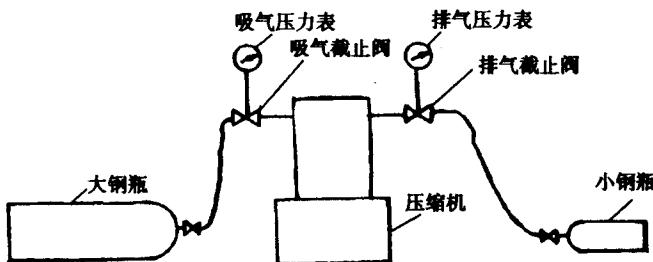

图 1.23 用压缩机把 R12 从大瓶移入小瓶
(1) 从大瓶移入小瓶。由于检修电冰箱的制冷剂用量很少，经常要把制冷剂从大瓶移入小瓶。其方法有两种。一种是使小瓶压力低，制冷剂借助压差从大瓶移入小瓶。为此，使小瓶温度降低（放入制冷设备冷却、浇冷水等），大瓶和小瓶用钢管连接起来，制冷剂便从大瓶流入小瓶，此称为温差法。还可以把大瓶置于高位，小瓶置于低位，借助液位差，把制冷剂移入小瓶，此称为液位差法。另一种是用小型压缩机把制冷剂从大瓶移入小瓶，如图 1.23 所示。操作时把小瓶用钢管接在压缩机排气截止阀上，把大瓶接在压缩机吸气截止阀上。小瓶用冷水浇淋或用风扇吹冷，然后开启小钢瓶瓶阀，启动压缩机，微开大钢瓶瓶阀，制冷剂便从大瓶抽入小瓶。在操作过程中，应注意压缩机排气压力不得超过 $1.6\sim2.2\text{MPa}$ ，超压应立即停机，待小瓶冷却后再开机。小瓶灌满制冷剂后，先关大钢瓶瓶阀，当压缩机吸气压力表压力接近 0MPa 时，关小钢瓶瓶阀，停机，卸瓶。